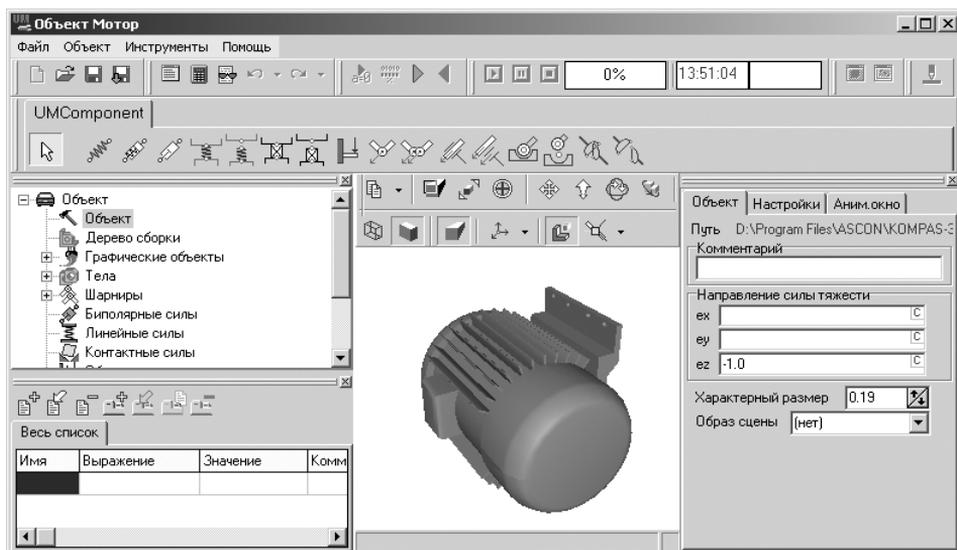

Рис. 2.85. Главное окно системы **Универсальный механизм Express** с моделируемым объектом **Мотор**
*Второй шаг – переход в систему **UMExpress** для моделирования динамических объектов.* После завершения конвертации система перейдет в режим работы системы **Универсальный механизм**. Появится главное окно системы с моделируемым объектом **Мотор**, см. рис. 2.85.